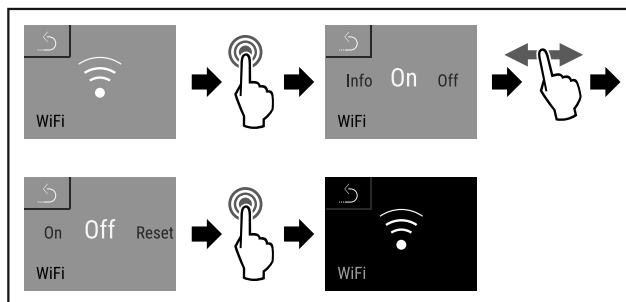

Fig. 120
- ▶ Eseguire i passaggi (vedere Fig. 120) .